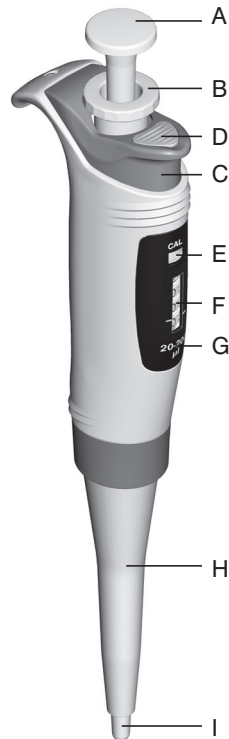
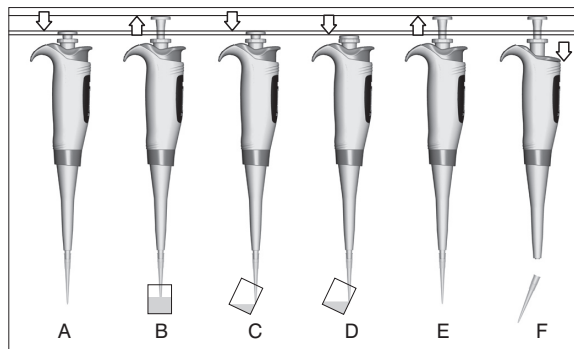

Рис. 1
Рис. 4
- Пипетка оснащена переключателем режима работы счетчика - калибрационным золотником (рис. 1Е). Золотник должен переключаться исключительно на время калибровки пипетки (верхнее положение с обозначением CAL).
- Кнопку пипетирования (рис. 1А), необходимо нажать до первого сопротивления (рис. 4А),
- Для набора жидкости, необходимо медленным, плавным движением отпустить кнопку пипетирования (рис. 4В),